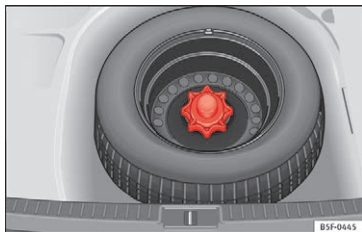

Fig. 248 Nødhjul: bundplade, der er klappet op
- Løft bundpladen, og hold den i denne position for at tage nødhjulet ud » **Fig. 248.**